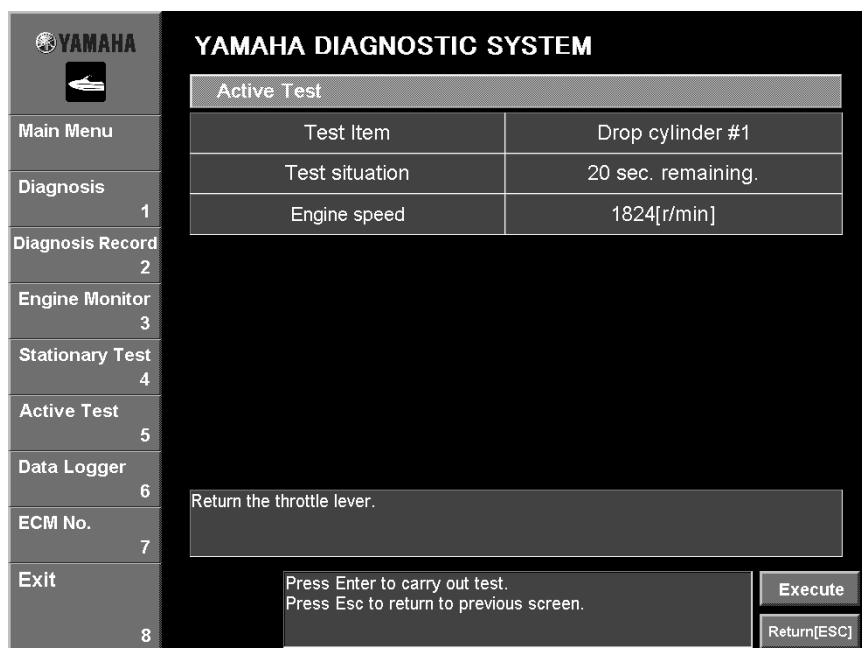

Fig. 56
4. Click the **Execute** button or press the Enter key on your keyboard. (Fig. 56)
4. Cliquer sur le bouton **Execute** ou appuyer sur la touche Entrée du clavier (Fig. 56).
4. Klicken Sie auf **Execute** oder drücken Sie die "Enter"-Taste Ihrer Tastatur. (Abb. 56)
4. Haga clic en el botón **Execute** o pulse la tecla Intro en el teclado. (Fig. 56)
5. While checking the information that appears beside **Test situation** and **Engine Speed**, follow the test instructions in the messages that are displayed. (Fig. 56)
5. Tout en vérifiant les informations qui s'affichent à côté de **Test situation** et **Engine Speed**, suivre les directives données par les messages affichés (Fig. 56).
5. Während Sie die Information, die neben der Spalte **Test situation** und **Engine Speed** erscheint, überprüfen, befolgend Sie die angezeigten Anleitungen zum Test. (Abb. 56)
5. Mientras comprueba la información que se muestra junto a **Test situation** y **Engine Speed**, siga las instrucciones de prueba indicadas en los mensajes que aparecen. (Fig. 56)